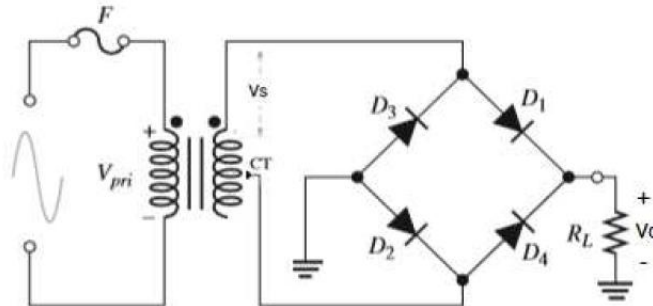

Figura 3
1. Reutilizar el protoboard y materiales para armar el circuito mostrado en la Figura 3, correspondiente al rectificador con puente de diodos.